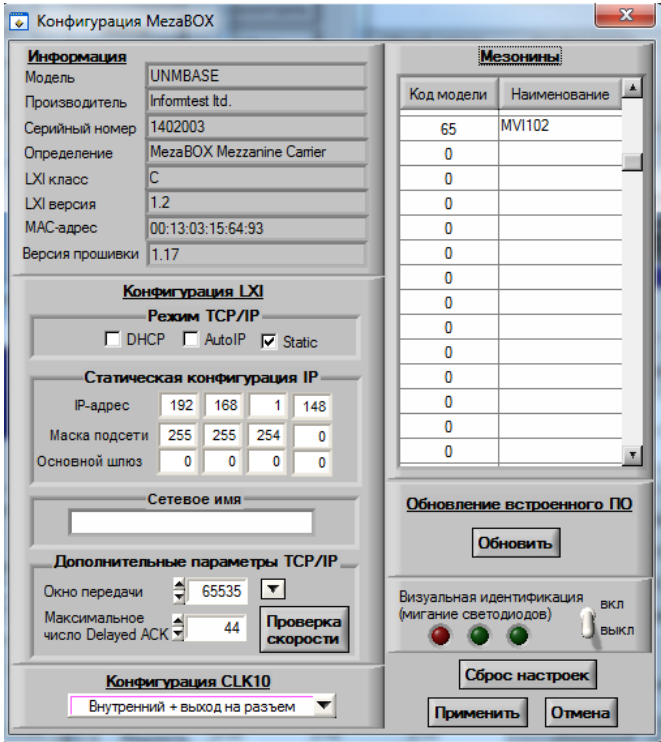

Рисунок 21
9.11.3 Окно конфигурации интерфейсной части МВИ-102М (рисунок 21). В данном окне пользователь может увидеть полную информацию об изделии (модель, производитель, серийный номер и т.д.). Также можно выбрать настройки подключения к сети LAN, если изделие связывается с компьютером через ETHERNET интерфейс.